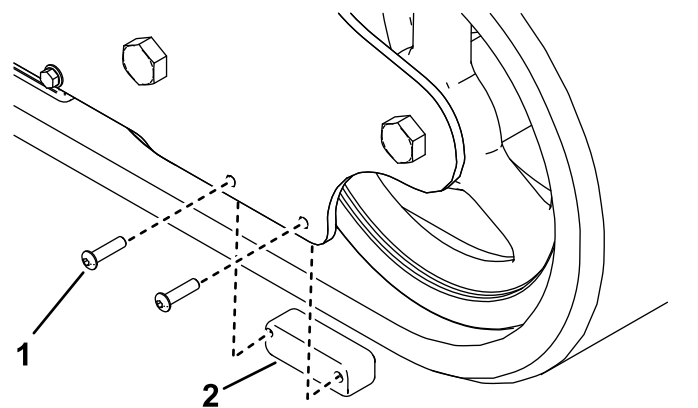

Figure 2
2. Appliquez du frein-filet sur les boulons à tête ronde et utilisez-les pour installer la cale d'usure du kit (Figure 2).